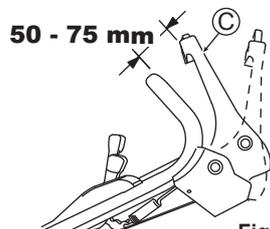

Fig. 24
Réglez de telle façon que la lame commence à tourner lorsque la distance entre le Levier de la lame (C) et la poignée est de 50 - 75 mm, avec le bouton jaune enfoncé ainsi qu'illustré dans la Fig. 24.